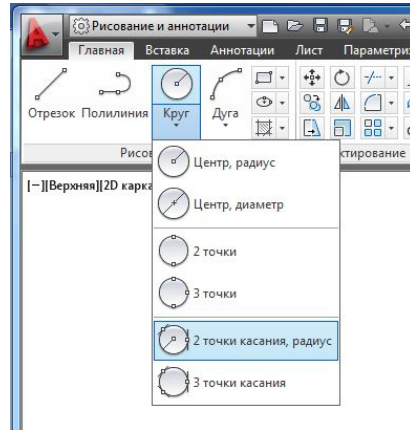

Рис. 7. Опция **2 точки касания, радиус** команды **Круг**.
2.3. Окружность 5 построить командой **Круг** (опция **2 точки касания, радиус**) (рис.7).